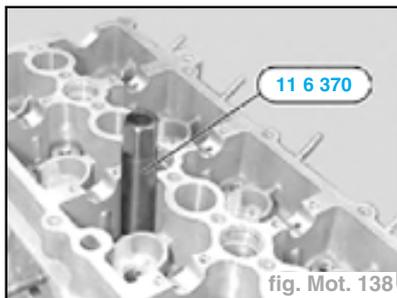

fig. Mot. 138
- Extraire l'outil avec le joint (fig. Mot. 138).